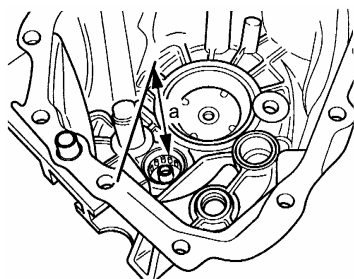

图 12-72 滚柱套筒安装位置
(3) 滚柱套筒的安装位置应保证图 12-72 中尺寸 $a=216\text{mm}$ 。